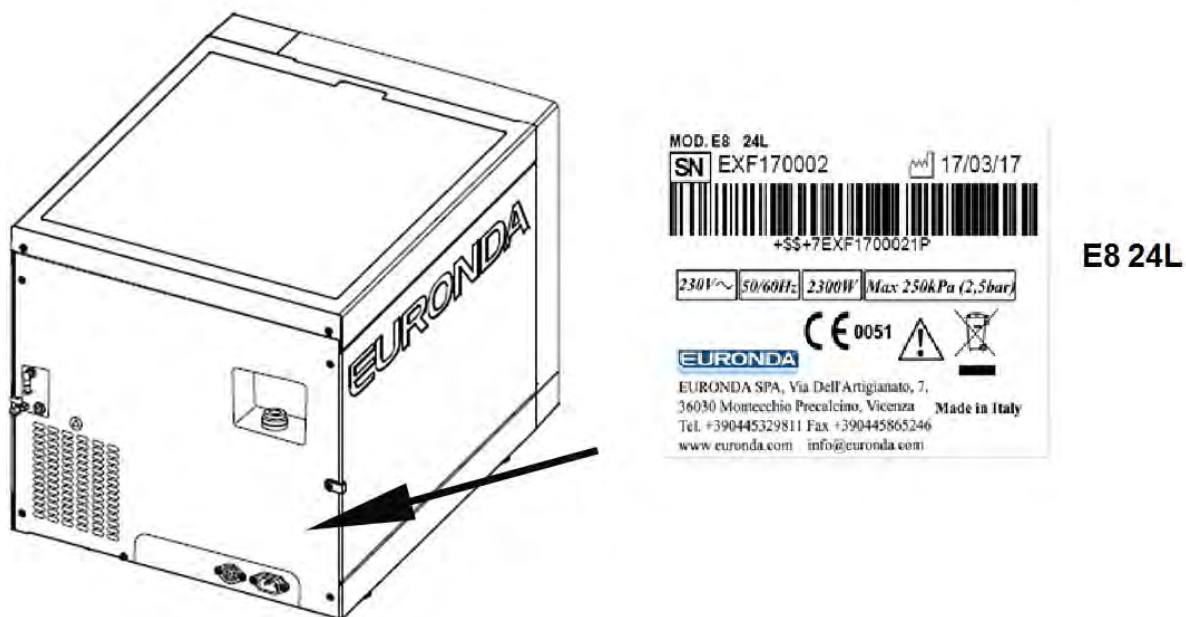

Fig. 5.3.1-1
Este vorba despre volumul intern al camerei de sterilizare care este disponibil pentru materialul de sterilizat (Fig. 5.3.1).
Numărul de serie (Fig. 5.3.1-1) enumeră datele principale și caracteristicile aparatului, informația necesară pentru identificarea pieselor de schimb sau a informațiilor. Informațiile prezentate în figura următoare se pot schimba.
- Verificați ca tensiunea de alimentare indicată pe eticheta din spate (Fig. 5.3.1-1) să corespundă cu cea disponibilă la locul instalației.